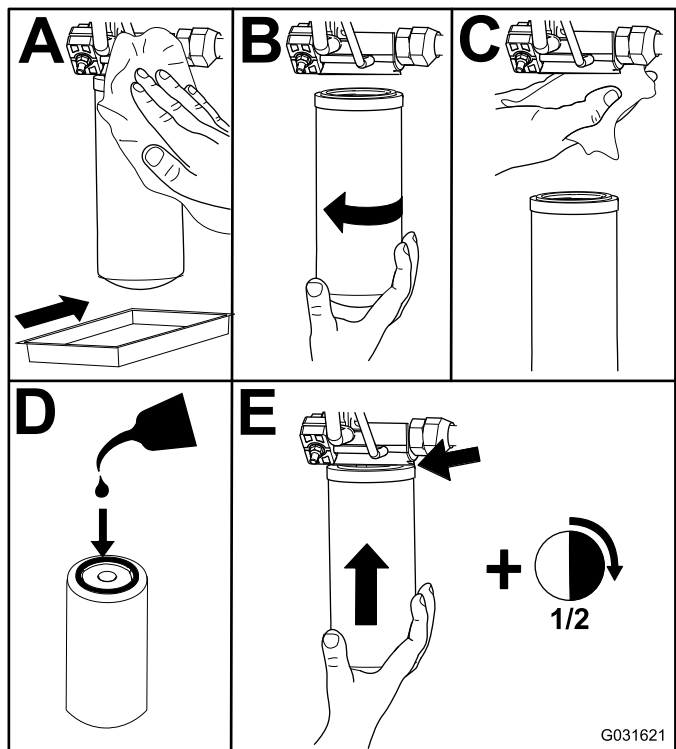

Figura 95
2. Înlocuiți ambele filtre hidraulice (Figura 95).